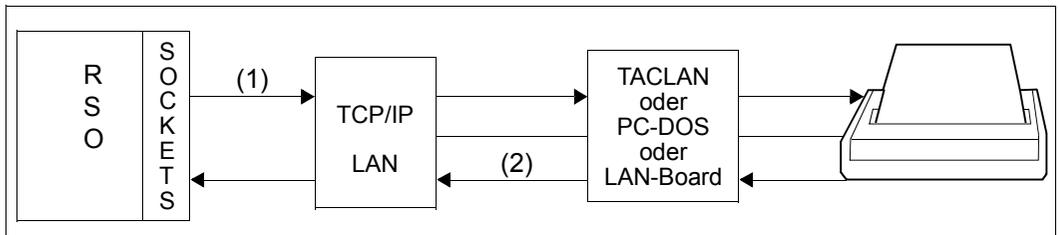

Bild 16: Dialog zwischen RSO und Druckern, die an ein TCP/IP-LAN angeschlossen sind
Um für Drucker, die mit ACCESS-TYPE=\*TACLAN definiert wurden, eventuelle Druck-/Drucker-Fehlfunktionen überprüfen zu können, kann RSO den Drucker auffordern (Pfad (1) im Bild 16), Druckerstatus-Meldungen zurückzusenden (Pfad (2) im Bild 16). Für diesen Dialog müssen folgende Voraussetzungen erfüllt sein:
Um „transparent“ hinsichtlich des Sendens von Daten zu sein (Pfad [(1) im Bild 16), muss bei der Gerätedefinition SYNCHRONIZATION=\*NETWORK angegeben werden. Um „transparent“ hinsichtlich des Erhaltens von Drucker-Rückmeldungen zu sein (Pfad (2) im Bild 16), muss bei der Gerätedefinition POLLING=\*NO angegeben werden.